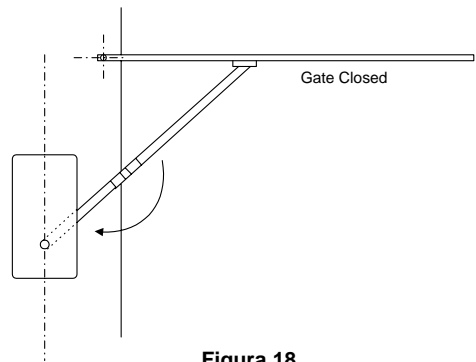

Figura 18
- Cuando el portón está completamente cerrado, la impulsión y los brazos que conectan deben estar en una línea recta según lo demostrado en la Figura 18.